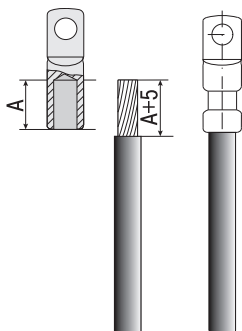

Рисунок 5.
- Установить на жилу наконечник до упора в изоляцию и подтянуть от руки болты в порядке 1 – 2 (рисунок 5).
- Затянуть болты до срыва головок в порядке 3 – 4 (рисунок 5).